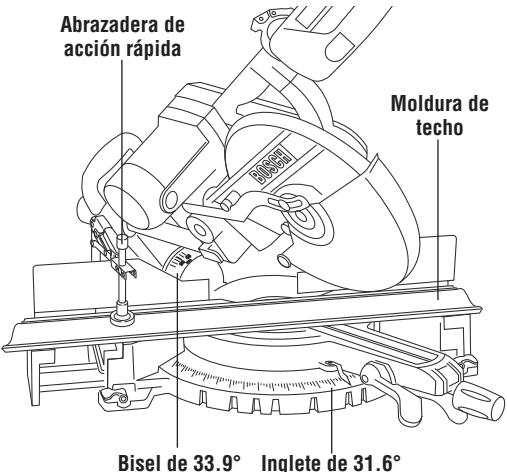

Figura 39. Moldura de techo colocada horizontalmente
- Para una esquina de 90°, establezca los ángulos de inglete y de bisel de acuerdo con las tablas de abajo. Apriete el pomo de fijación de inglete y la palanca de fijación de bisel (Figura 39).